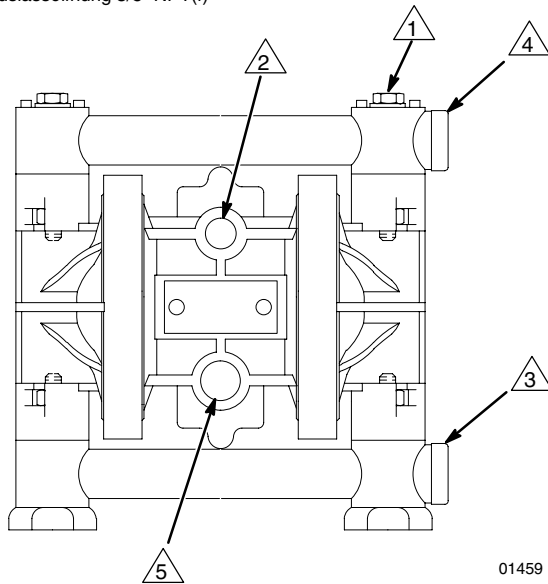

Abb. 4
- a. Der Materialdruck ist regelbar. Zur Regelung an der Luftseite einen Luftregler (H) einbauen.
- b. Einen Lufthahn mit Entlastungsbohrung (B) in Pumpennähe einbauen und zum Ablassen eingeschlossener Luft verwenden. Siehe **Warnung** oben. Das andere Hauptluftventil (E) vor allen Zubehörteilen der Luftleitung einbauen und zum Isolieren der Zubehörteile während Reinigungs- und Reparaturarbeiten verwenden.
- c. Der Luftfilter (F) entfernt schädlichen Schmutz und Feuchtigkeit aus der Druckluftversorgung.
2. Zwischen dem Zubehör und der Lufteinlassöffnung von 1/4 NPT(f) der Pumpe einen elektrisch leitfähigen, flexiblen Luftschlauch (C) anschließen (siehe Abb. 4). Luftschlauch mit mindestens 6,3 mm ID verwenden. Eine (C) Luftschnellkupplung (D) an das Ende des Luftschlauchs anschrauben und das passende Anschlussstück satt in die Lufteinlassöffnung in der Pumpe einschrauben. Die Kupplung (D) noch nicht mit dem Anschlussstück verbinden.
1. Wenn leitfähige (Acetal–) Pumpen verwendet werden, müssen auch leitfähige Schläuche verwendet werden. Bei Verwendung einer nicht leitfähigen Pumpe muss das Materialsystem geerdet werden. Siehe **Erdung** auf Seite 5. Die Größe des Materialeinlasses an der Pumpe beträgt 3/8" BSPT. Siehe Abb. 4. Den Materialanschluss satt in den Lufteinlass schrauben.
1. Elektrisch leitfähige Materialschläuche (N) verwenden. Abhängig von Ihrem Modell beträgt der Materialauslass der Pumpe entweder 3/8" BSPT oder 3/8" NPT(f). Siehe Abb. 4. Den Materialanschluss satt in den Luftauslass schrauben.
2. Einen Druckentlastungshahn (J) in der Nähe der Materialauslassöffnung installieren. Siehe **Warnung** oben.
Bei Auslieferung der Pumpe zeigen Material-Einlass- und -Auslassöffnungen in dieselbe Richtung. Siehe Abb. 4. Bei Bedarf kann die Richtung einer oder beider Öffnungen geändert werden. Den/die Verteiler von der Pumpe entfernen; siehe dazu Schritte 1–2 und 4 auf Seite 17. Die Öffnungen in die gewünschte Richtung drehen und wieder befestigen. Siehe **Anzugsreihenfolge**, Seite 25. **Nicht zu fest andrehen.**